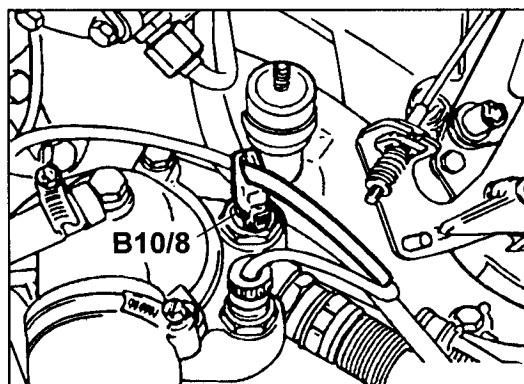

图 9-3-2 冷却液温度传感器(B10/8)
2. 拆开用于空调系统的冷却液温度传感器(B10/8,见图 9-3-2)的插头,并跨接插头。